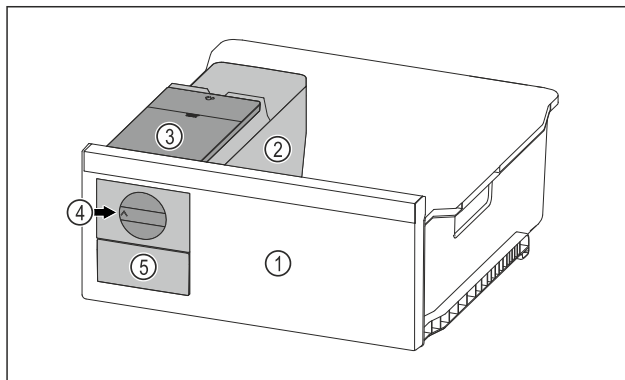

Fig. 74 Representación a modo de ejemplo
- Girar el botón giratorio Fig. 74 (4) en el sentido de las agujas del reloj hasta el tope.
- ▷ Los cubitos de hielo caen de la cubitera al compartimento de cubitos de hielo Fig. 74 (5).